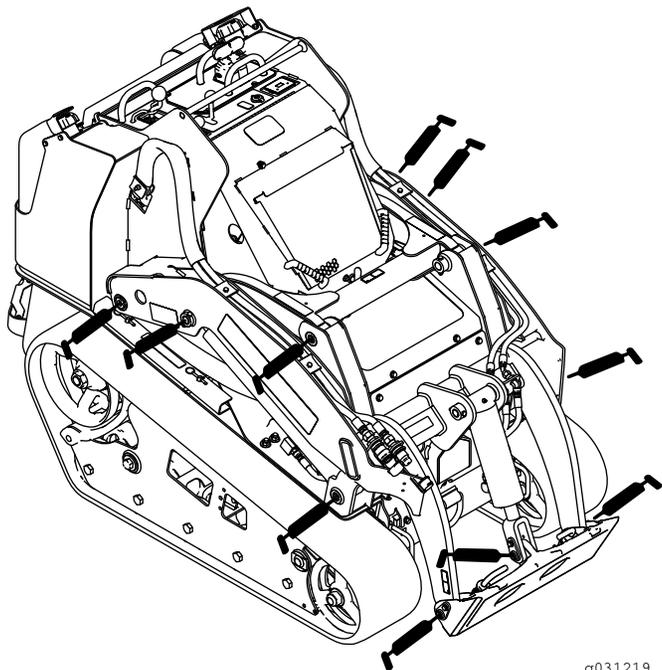
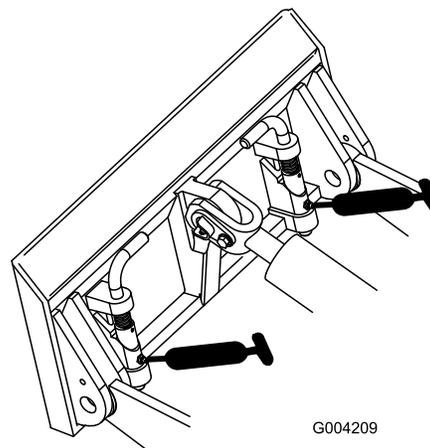
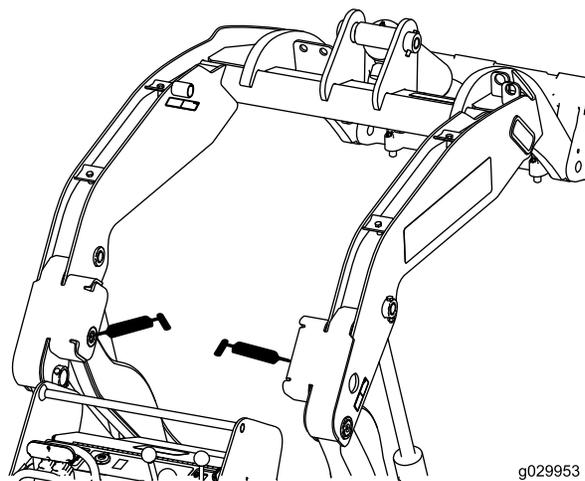

Figura 38
Figura 39
Figura 40
4. Conecte una pistola de engrasar a cada punto de engrase (Figura 38, Figura 39 y Figura 40).
Nota: Eleve los brazos de carga antes de engrasar los puntos de engrase en Figura 40.